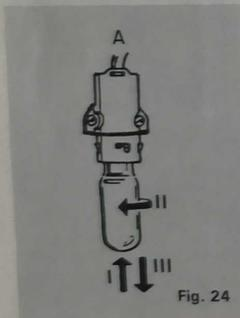

Fig. 24
- Tomar la lámpara, empujarla hacia el fondo (I), girarla en dirección de la flecha (II) y retirarla (III) (fig. 24).